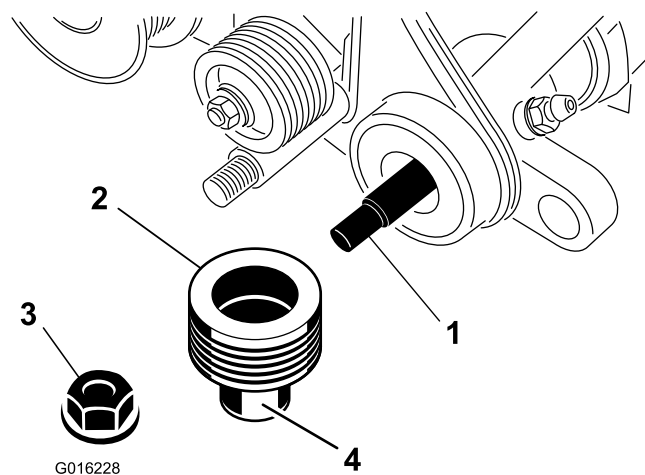

Figura 6
13. Aplique grasa a la junta exterior de la polea motriz (Figura 6).
14. Coloque la polea en el eje del acondicionador (Figura 6).
15. Sujete la polea al eje con una contratuerca de arandela prensada (Figura 6), y apriétela a 23–28 N·m.
16. Aplique grasa a la junta de la placa de apoyo izquierda y al extremo del eje del acondicionador (Figura 6).